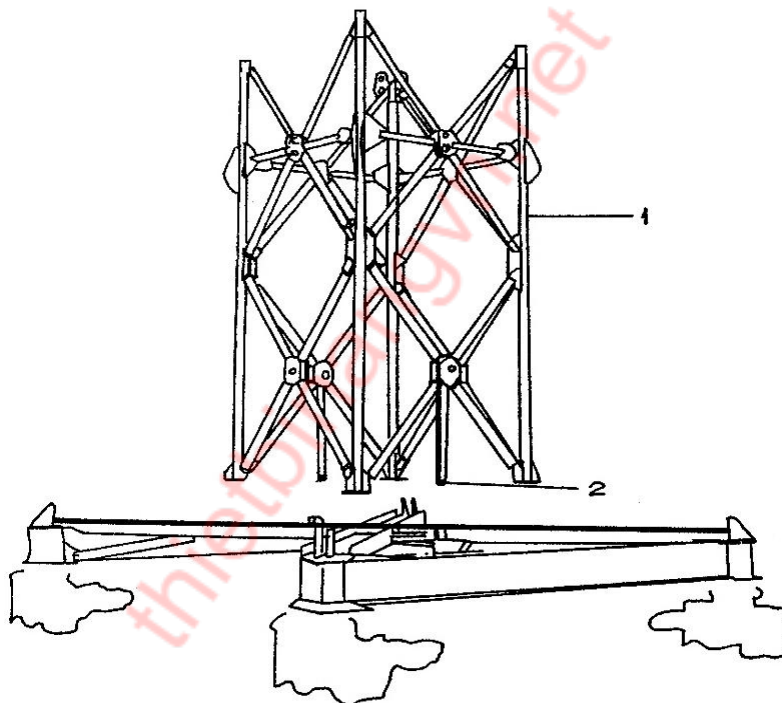

图 4-6 安装底盘基础节 Fig. 4-6 Fitting The Basic Mast Unit
在地上组装塔身节(1)，见图 4-6。
Assembly mast section (1) on the ground, see Figure 4-6.